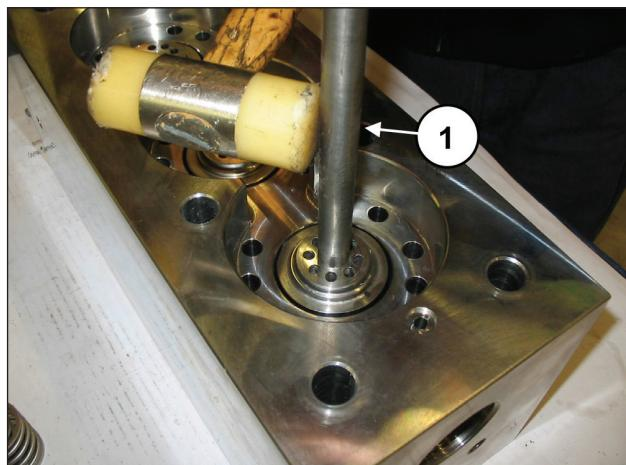

Fig. 104
**Si les sièges de soupapes sont bloqués sur la culasse à cause de la présence de calcaire ou s'ils sont oxydés, les débloquer en faisant passer l'outil (réf. 034300020) dans l'orifice de refoulement (rep. ①, Fig. 104).**